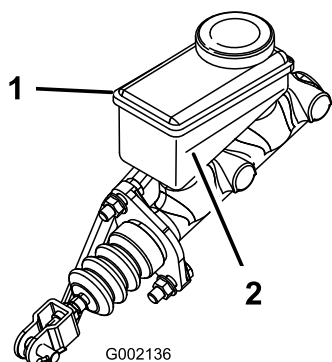

Figura 52
3. Mire el nivel de aceite en el lateral del depósito (Figura 52).
- B. Añada líquido de frenos DOT 3 al depósito hasta que el nivel esté por encima de la línea Mínimo (Figura 52).